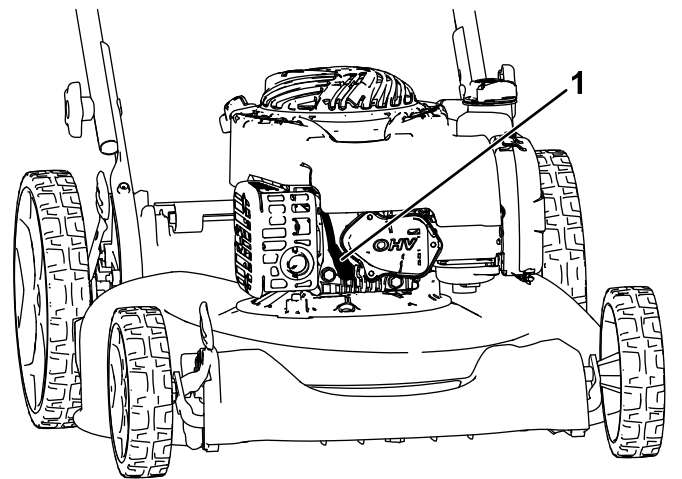

Figure 16
2. Débranchez le fil de la bougie (Figure 16).